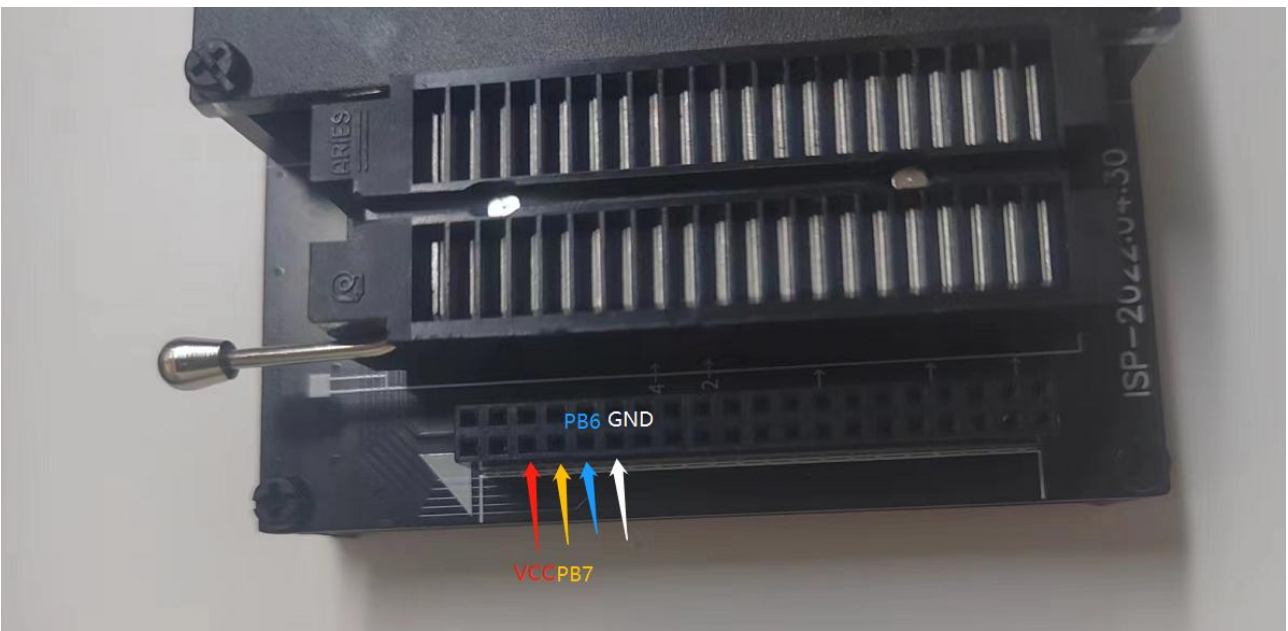

图 53 18F08 接线引脚
2.烧录 FT 芯片时，直接进行烧录。接线方法按照下图 53 所示，接到芯片的对应烧录引脚进行烧录